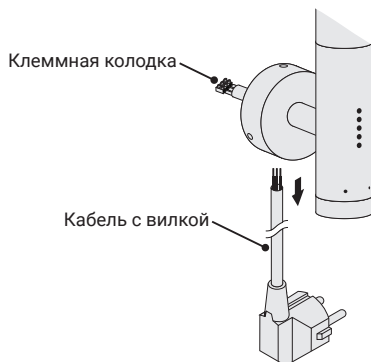

Рис.10
4.2.2. При подключении через скрытую проводку необходимо отсоединить сетевой шнур с вилкой от клеммной колодки (рис. 10).